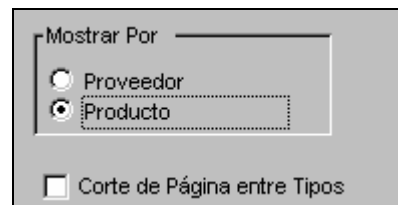

Figura 7-6 — Muestre Opciones
3. Haga clic con el cursor apuntando en la celda Producto del recuadro Muestre Por de la ventana Resumen de Envíos (vea la Figura 7-6) para crear un informe de envíos agrupados por productos.